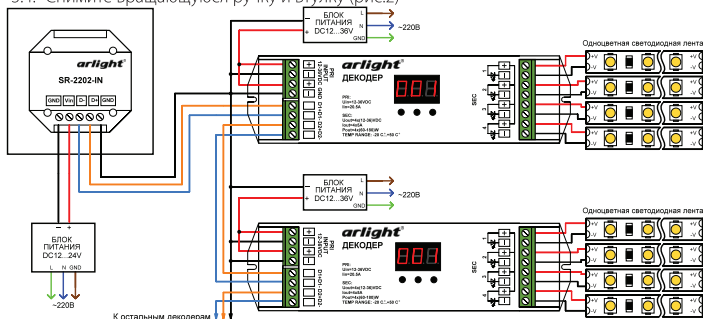

Рис.1. Схема подключения оборудования.
- 3.2. Подключите провода шины DMX от декодеров к клеммам D+, D- и GND панели, соблюдая полярность и порядок подключения проводов (рис.1).